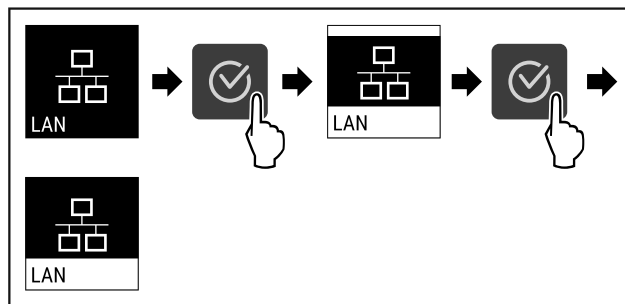

Fig. 82
- ▶ Proveďte akční kroky (viz Fig. 82).